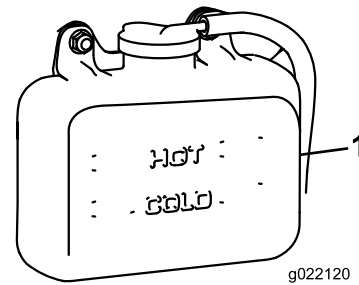

Figura 58
1. Compruebe el nivel de refrigerante en el depósito de expansión (Figura 58). El nivel del refrigerante debe estar entre las marcas en el lateral del depósito.